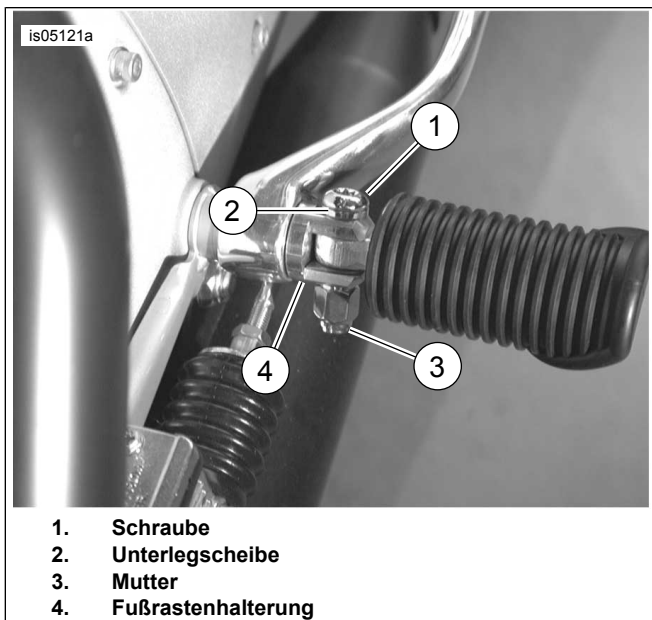

Abbildung 2. Einbau der Fußrastenschraube
2. Abbildung 2 Die Fußraste mit **neuer** Unterlegscheibe (2) und Schraube (1) einbauen.
3. Die **neue** Mutter (3) einbauen. Festziehen.